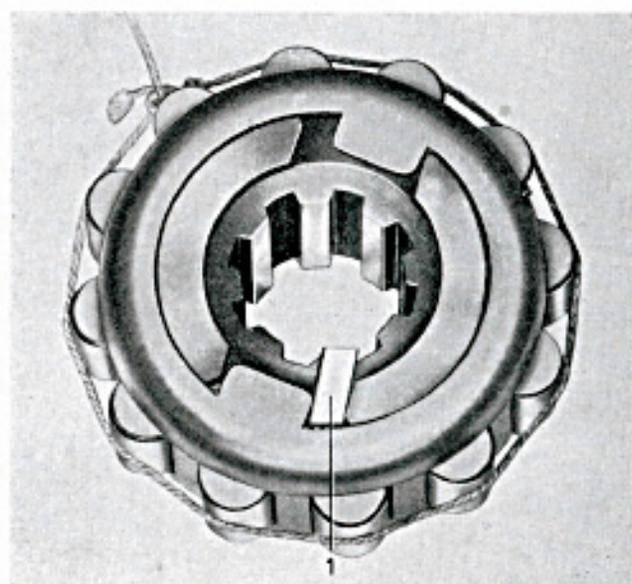
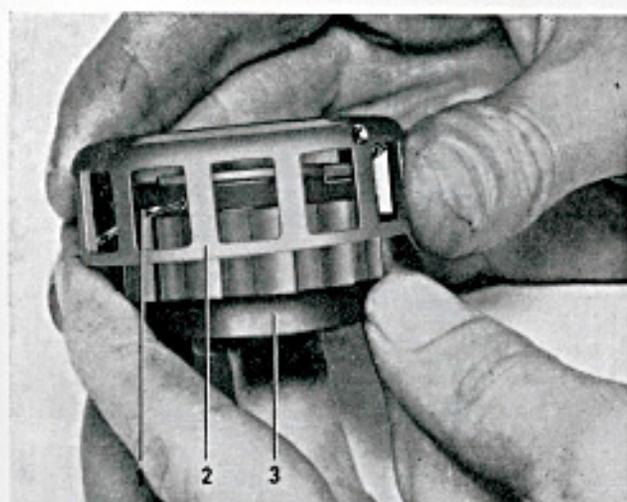

Bild 3-50. Hopsättning av frihjul, II
Bild 3-49. Hopsättning av frihjul, I
4. Montera samman frihjulets nav (34), fjädrer och rullhållare, se bild 3-49. Vrid rullhållaren medurs så långt det går och lås den i detta läge med en kil enligt bild 3-50. Sätt i rullarna. Lagg ett snöre